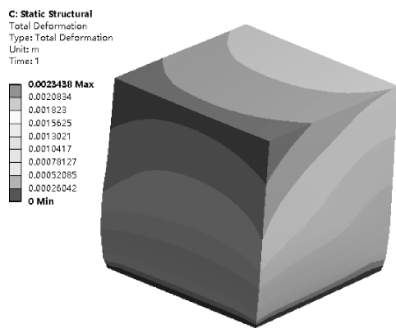
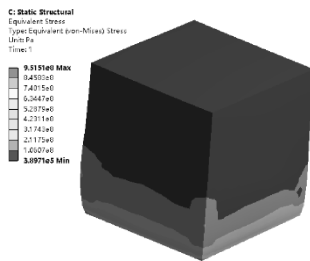

图 12-88 优化结果变形分布云图
图 12-89 优化结果应力分布云图
(1) 在 Workbench 主界面, 在结构静力分析上, 右键单击【Result】→【Edit】进入 Mechanical 分析环境。
(2) 查看优化结果: 单击【Solution (C6)】→【Total Deformation】, 图形区域显示结构静力分析得到的变形分布云图, 如图 12-88 所示; 单击【Solution (C6)】→【Equivalent Stress】, 显示应力分布云图, 如图 12-89 所示。